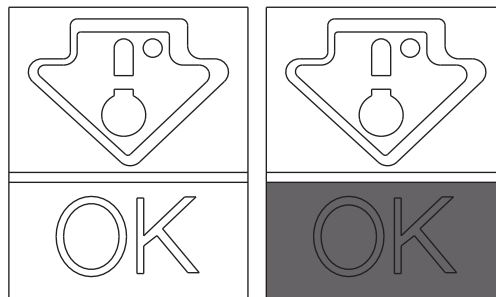

Fig. 6
• Para manter o melhor sabor, nutrientes e frescura dos alimentos, é recomendável armazená-los no compartimento do frigorífico como ilustrado na fig. 6 abaixo, certificando-se que os embala em alumínio ou folhas de película plástica ou em contentores cobertos apropriados para evitar contaminação cruzada.
Verifique se o indicador de temperatura apresenta claramente a palavra OK (Fig. 6).